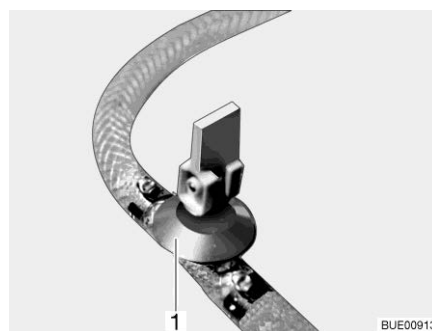
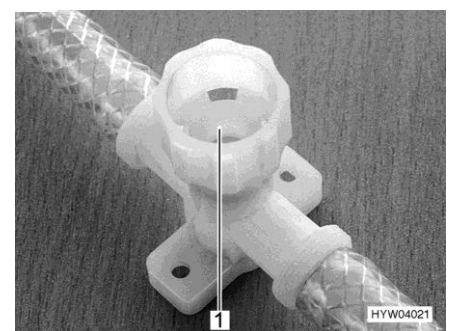

Fig. 251 Rubinetto di scarico (con leva a bilanciere)
Fig. 252 Rubinetto di scarico (con tappo a vite)
- Chiudere tutti i rubinetti di scarico. Mettere la leva a bilanciere del rubinetto di scarico (Fig. 251,1) orizzontale o chiudere il coperchio del rubinetto di scarico (Fig. 252,1) in senso orario.